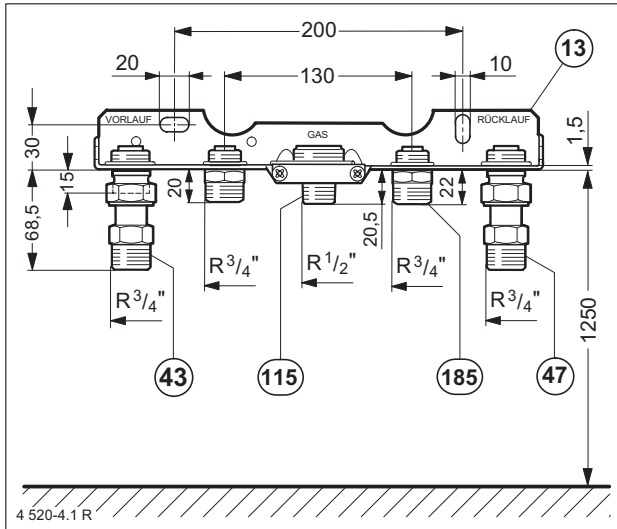

Bild 4
- Festlegung des Abstandes zwischen der Montageanschlußplatte und der Oberkante Fertigfußboden, siehe Bild 4.